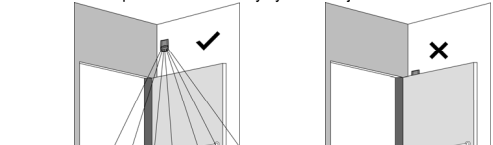

Fig. 3A Installation Position | Posición de Instalación | Installation position
5. Montez la base du détecteur au mur ou au coin (Fig. 3A)
5. Montare la base del sensore a parete o ad angolo. (Fig. 3A)